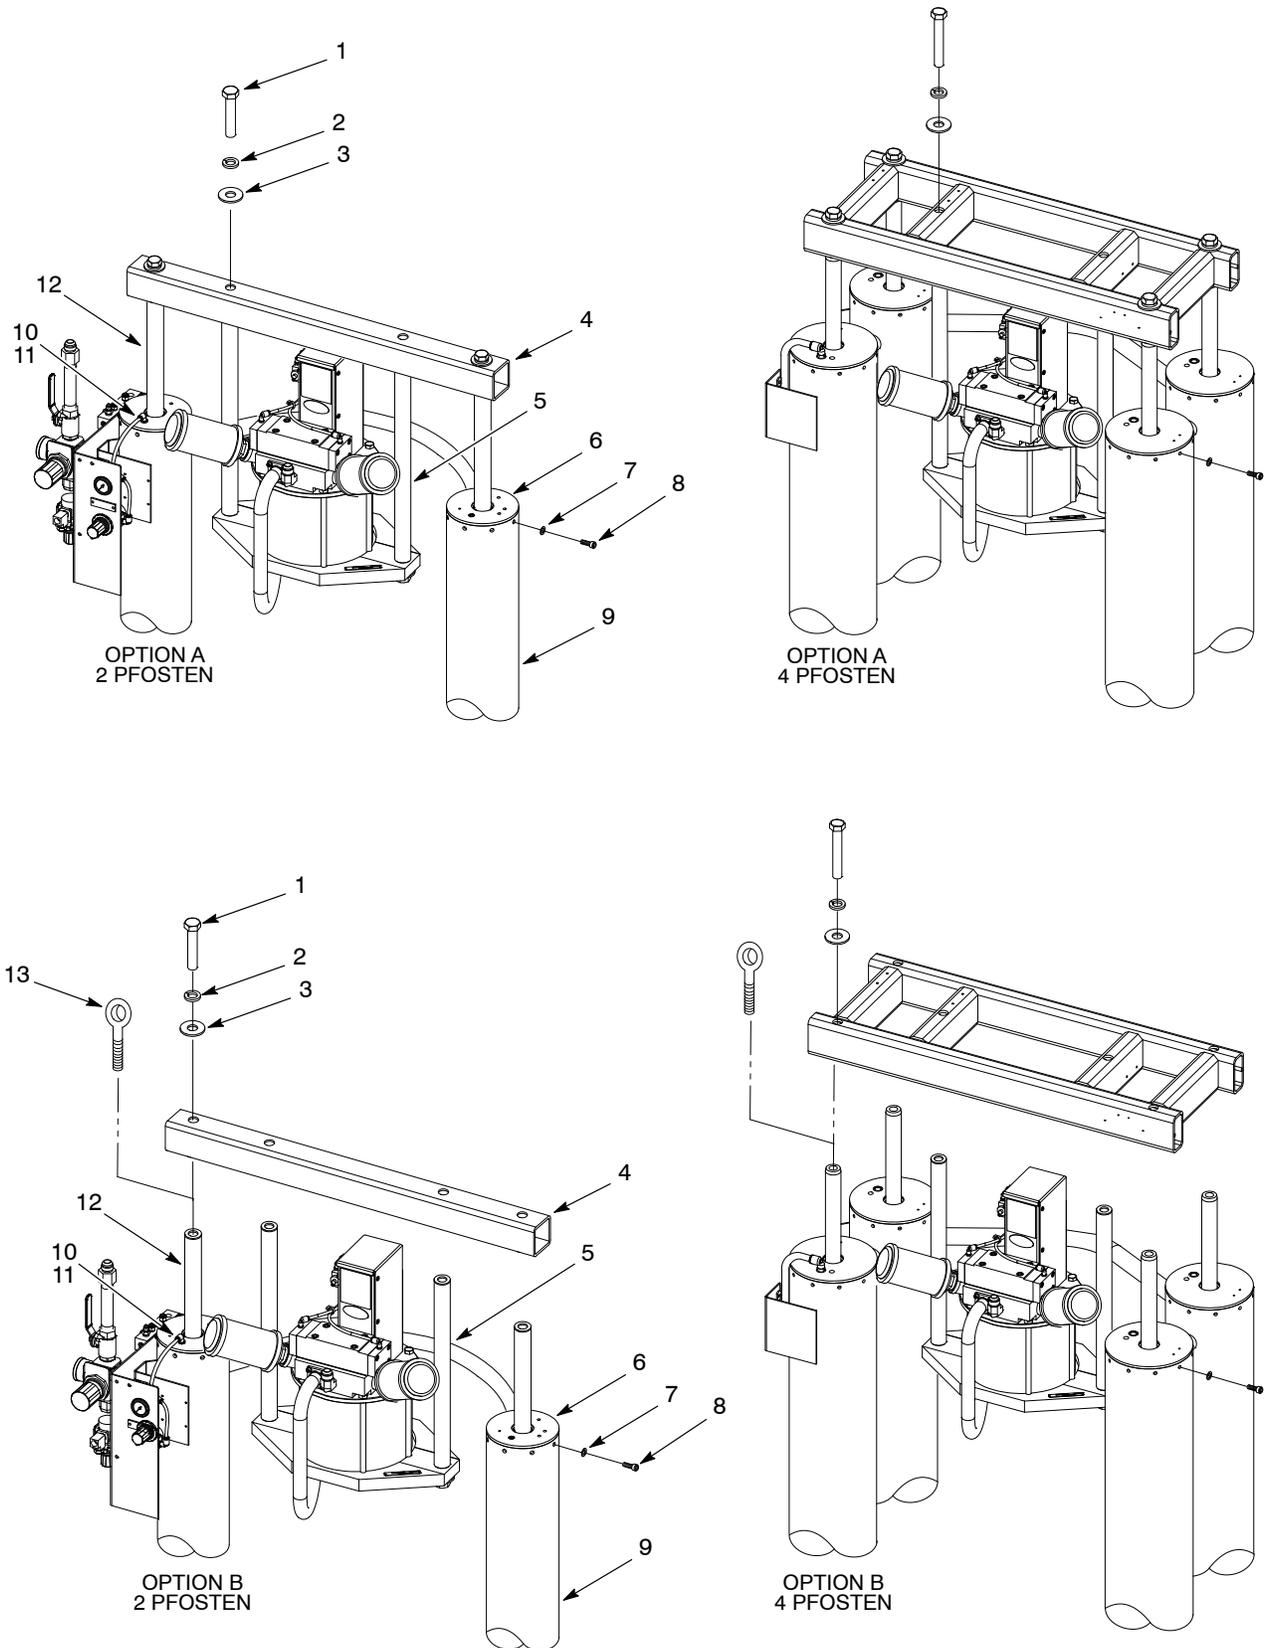

Abb.2 Zylinderstangen abnehmen
Siehe Abbildung 2. Die Zylinderstangen können auf zwei Arten abgenommen werden, gemeinsam oder separat. Gewünschtes Verfahren durchführen.
1. Siehe Abb. 2, Option A. Sicherstellen, dass der Schlauch (10) vom Anschluss (11) abgenommen ist.
2. Die Schrauben (1), Sicherungsscheiben (2) und Unterlegscheiben (3) abnehmen, mit denen das Querrohr (4) an den Montagestangen (5) befestigt ist.
3. Die Kopfschrauben (8) und Unterlegscheiben (7) von den Luftzylindern (9) abnehmen. Die Ausrichtung der Zylinderköpfe (6) notieren.
4. Das Hubgerät am Mittelteil des Querrohrs (4) anbringen und gleichzeitig die Zylinderstangen (12) aus den Luftzylindern (9) nehmen.
1. Siehe Abb. 2, Option B. Sicherstellen, dass der Schlauch (10) vom Anschluss (11) abgenommen ist.
2. Die Schrauben (1), Sicherungsscheiben (2) und Unterlegscheiben (3) abnehmen, mit denen das Querrohr (4) an den Montagestangen (5) und Zylinderstangen (12) befestigt ist.
4. Die  $\frac{7}{8}$ -14 Ringschraube (13) in die Zylinderstange (12) schrauben. Das Hubgerät an der Ringschraube anbringen. Mit dem Hubgerät die Zylinderstange aus dem Luftzylinder (9) nehmen. Die verbleibenden Zylinderstangen auf die gleiche Weise abnehmen.
- Unterlegscheiben (14)
- Sicherungsscheiben (15)
- Stangenschraube (16)
- Jede Schraube (16) mit 250 ft-lb (339 N•m) festziehen.
- Die Kolbendichtung (11) mit O-Ring-Gleitmittel einfetten.
- Vorsichtig die Zylinderstange (7) bis zum Anschlag in den Luftzylinder (19) führen. Die verbleibende Zylinderstange auf die gleiche Weise installieren.
- Die Zylinderköpfe (4) so ausrichten, wie beim Abnehmen notiert.
- Jeden Zylinderkopf (4) in einem Luftzylinder (19) installieren. Die Unterlegscheiben (17) und Kopfschrauben (18) in jedem Zylinder installieren. Jede Schraube (16) festziehen auf 10–15 ft-lb (14–20 N•m).
- Die Luftschläuche (20) an die Anschlüsse (21) anschließen.
- Alle oben vom Zylinderkopf (4) abgenommenen Geräte oder Halterungen installieren.
- Siehe Abb. 2, Option B. Loctite 242 auf die Gewinde der Schrauben (1) auftragen. Das Querrohr (4) mit den Schrauben, Sicherungsscheiben (2) und Unterlegscheiben (3) an den Zylinderstangen (12) und Montagestangen (5) installieren. Die Schrauben mit 250 ft-lb (339 N•m) festziehen.